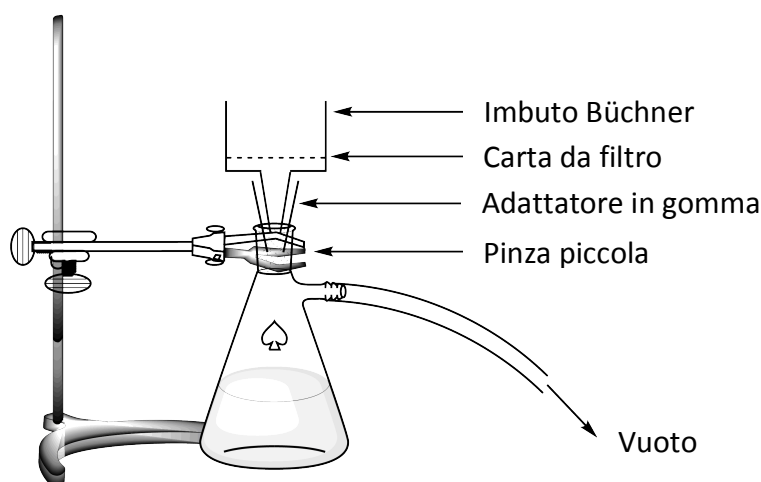

Figura 2. Schema per filtrazione sotto vuoto
7. **Monta** l'apparato di filtrazione da vuoto (Figura 2) usando l'imbuto Büchner, un dischetto di carta da filtro e la beuta da vuoto, che va bloccata al sostegno con una pinza piccola. **Alza** la tua "HELP" card. Un assistente di laboratorio verrà mostrandoti come connettere la beuta al sistema da vuoto.